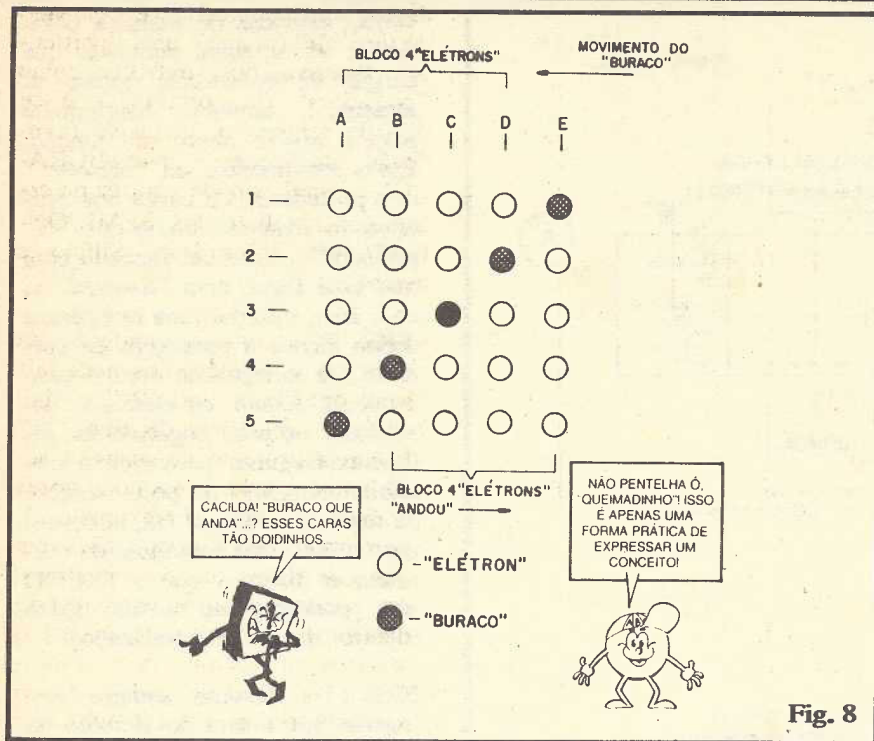

Fig. 8
- **FIG. 8** - Não, é difícil de entender como “alguma coisa não existe” (“BURACOS”) caminhando num sentido, pode significar um deslocamento, em sentido oposto, de algo que “existe” (ELÉTRONS). O gráfico da fig. 8 mostra um painel muito semelhante ao de “luzes sequenciais”, dessas instaladas em fachadas de lojas ou em salões de dança... Os círculos brancos podem simbolizar “lâmpadas acesas”, enquanto